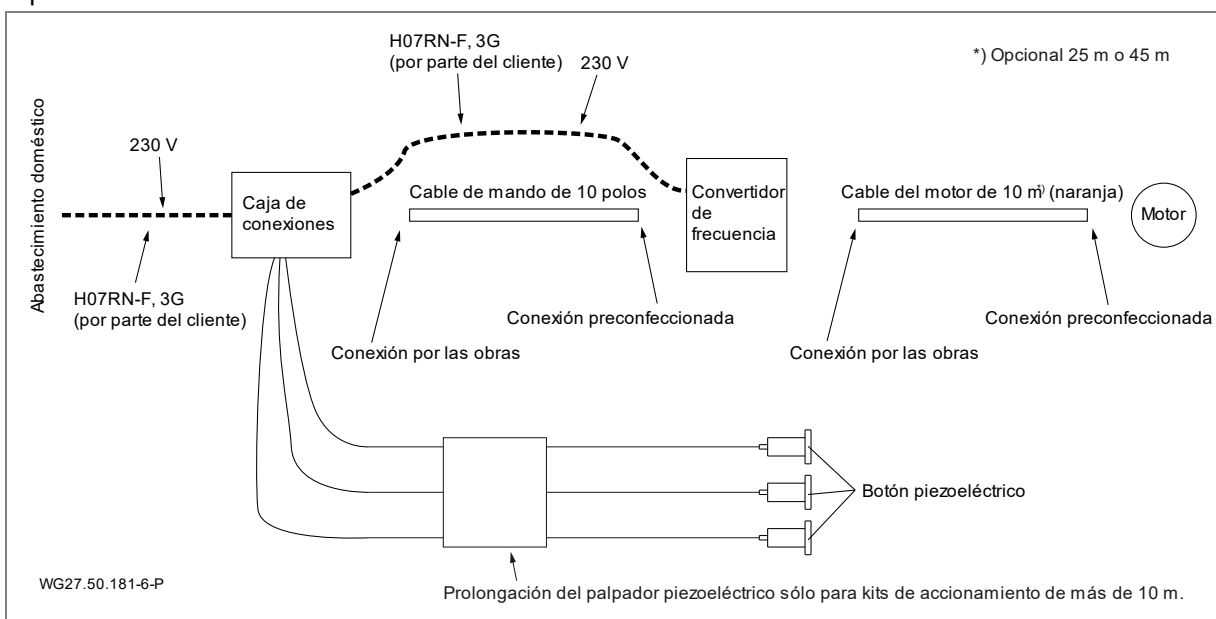

Fig. 19
14. Los conductores para el PTC (marrón o negro (BR1)/blanco (BR2)) deben cablearse según el esquema de contactos. Ver "Fig. 19", página 24.